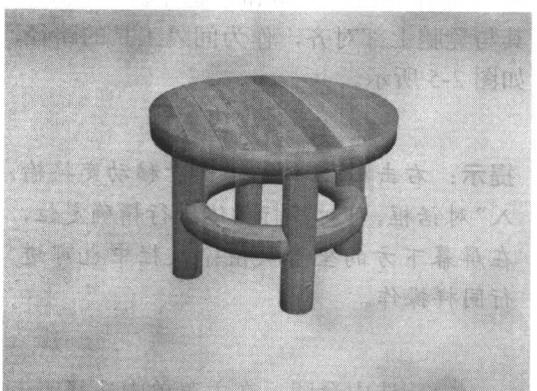

图 2-9 最终效果图
⑦ 圆凳的模型建立完成，赋予材质和灯光后按 F9 键，渲染透视图，效果如图 2-9 所示。